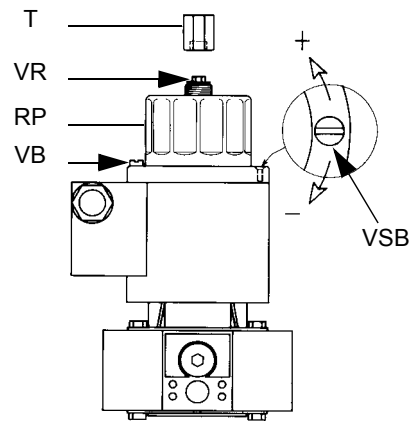

Рис. 40
- 46 Насос нагревательной воды рабочего бака (19)
- 47 Насос нагревательной воды цистерны (1)
- Для регулировки клапана отвинтить винт VB (Рис. 40) и вращать регулятор RP по необходимости. При его откручивании клапан закрывается, при закручивании - открывается.